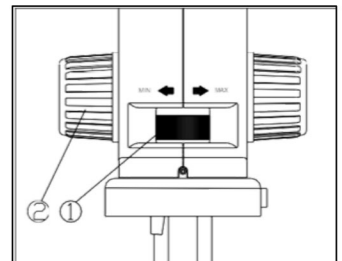

Abb.8
Legen Sie das Präparat auf die Unterlage und bringen Sie den Beobachtungspunkt genau unter dem Mikroskop. (Siehe Abb.8)
- Drehen Sie die Zoomeinstellung (1) auf maximale Vergrößerung
- Ist das Bild nicht scharf, drehen Sie an dem Fokussierknopf(2) um es scharf zu stellen
- Drehen Sie die Zoomeinstellung auf minimale Vergrößerung und stellen Sie das Bild gegebenenfalls scharf. (Siehe Abb.8)